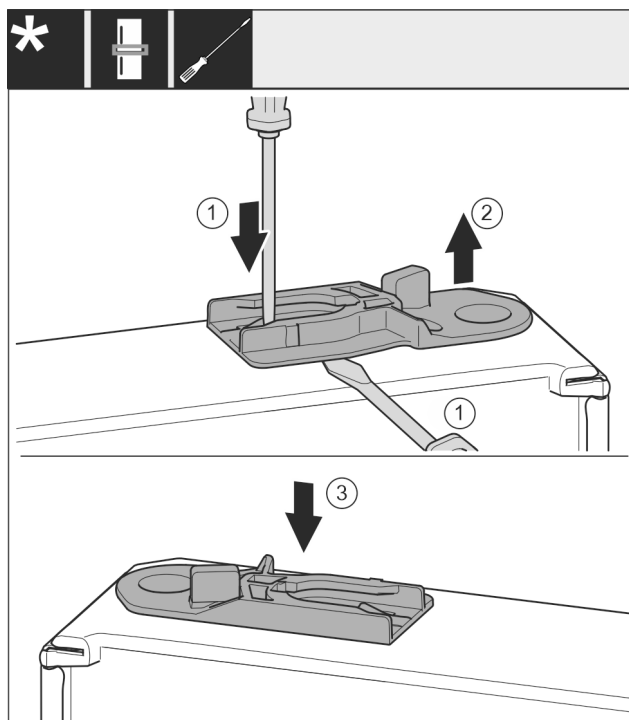

Fig. 51 *
- 拉出导向轴套：将接片 Fig. 51 (1)用带槽螺丝刀按住的同时将带槽螺丝刀移动到导向轴套 Fig. 51 (2)下方。
- 将供货时附带的导向轴套 Fig. 51 (3)插入外壳的另一侧。